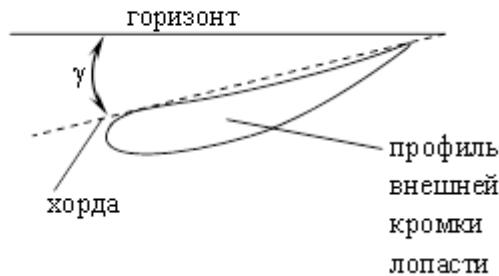

Рисунок 4
- при помощи электронного угломера выставить углы атаки лопастей. Углом атаки ( $\gamma$ ) считается угол между горизонтом и хордой профиля на **внешней кромке лопасти** (рис. 4). Допустимое расхождение между углами атаки лопастей  $\pm 0,2^\circ$ ;